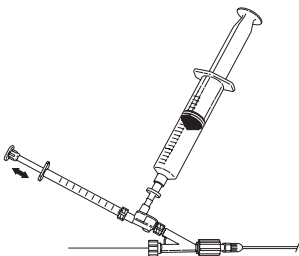

Fig. 8
10. Opløsningen infunderes ved at trække den ønskede dosis ind i 1 mL sprøjten og injicere. Fyld 1 mL sprøjten igen og gentag infusionsteknikken efter behov. **(Fig. 8)**